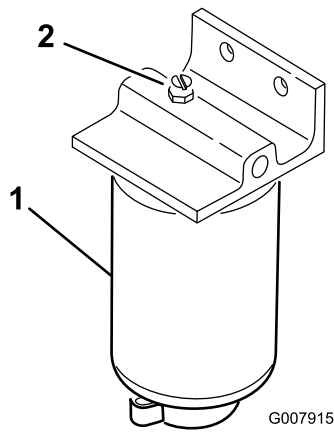

Figura 36
3. Abra o tampão de ventilação do filtro de combustível/separador de água (Figura 36).